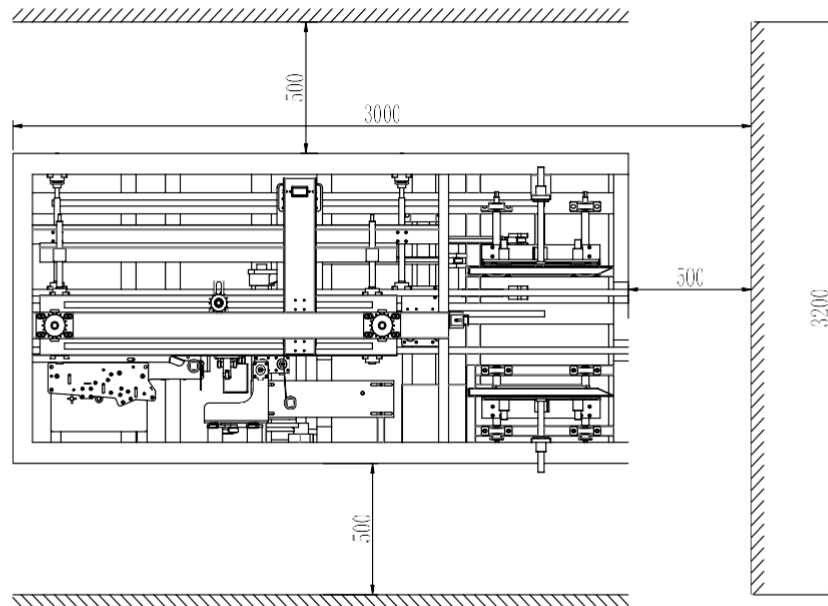

Рис. 2
4.1.2 Способ размещения машины (рис. 2)